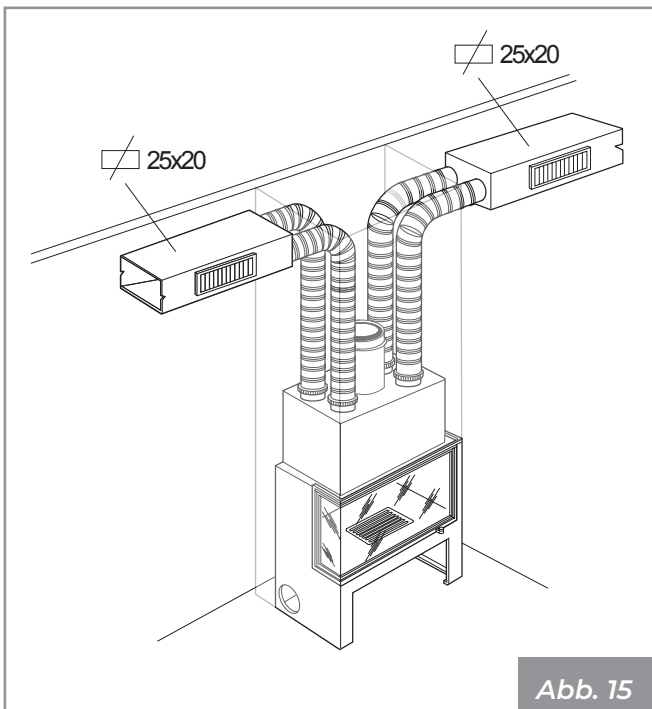

Abb. 15
- Glattes Metallrohr - Länge bis 14 m auf doppeltem Kanal **(Abb. 15)**.